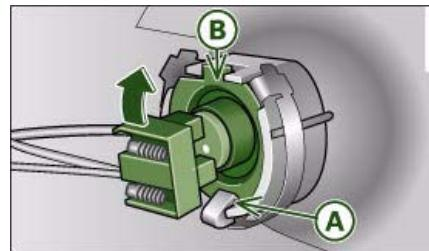

Fig. 249 Colocar la lámpara de la luz de carretera
- Coloque la lámpara en la carcasa portalámpara empujando por abajo ⇒ *página 275*, fig. 249, en la posición **(A)**.
- Alce el conector de plástico en el sentido que indica la flecha ⇒ *página 275*, fig. 249 hasta que la lámpara encastre en el soporte. Si no lo consigue a la primera, corrija la posición de la lámpara de incandescencia.